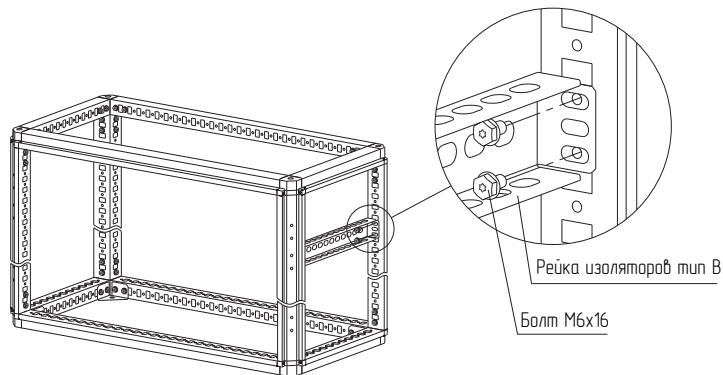

Рисунок 28
4.14.2 Установите рейку изоляторов тип В, между стоек на нужной высоте и закрепите болтами М6х16 (рисунок 28). Момент затяжки – 7 Н·м. Болты приобретаются отдельно.